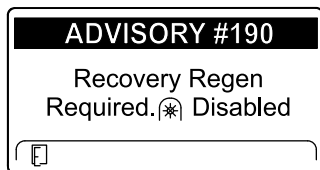

Figura 75
- AVISO N° 190 – Regeneración estacionaria necesaria – Toma de fuerza deshabilitada (Figura 75).